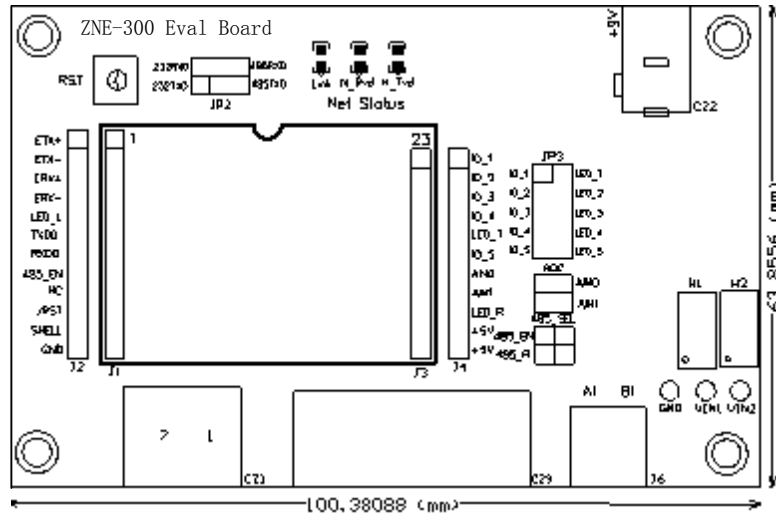

图 2.9 评估板与 ZNE-300T 的连接方式
- 最后介绍的是评估板与 ZNE-300T 模块的连接。如图 2.9 所示，首先观察模块的引出管脚的 1 脚的位置，然后在评估板上找出插座的 1 脚的地方，对应插紧即可。因为模块的引出管脚一排是 12 脚一排是 11 脚，而评估板上的连接座同样也是一排是